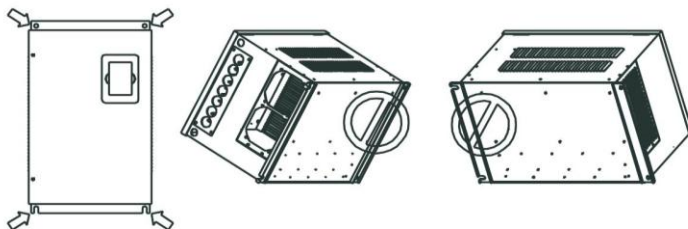
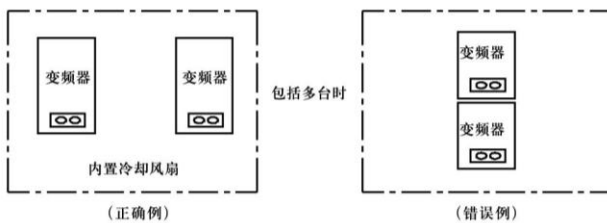

图 1-6 变频器垂直安装示意图
图 1-7 变频器安装在控制柜内示意图
- 变频器装在控制柜内，应保证控制柜与外界通风流畅。请垂直安装变频器，便于热量向上散发，不能倒置（详见图 1-6）；若柜内有较多变频器时，为保证变频器的散热空间最好将变频器并排安装；在需要上下安装时，请安装隔热导流板（详见图 1-7）。